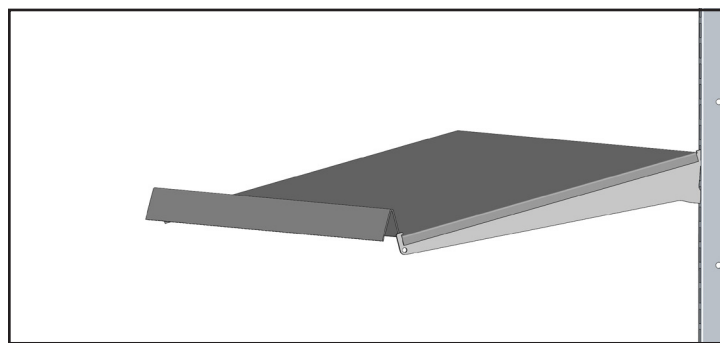

Abb. 5. Korrekt montierte Einschubböden.
- c. Wenn der Einschub hinter der Haltelasche des Trägers liegt, den Einschub nach vorn schieben, bis sich die Vorderkante des Einschubbodens unter der Haltelasche des Trägers befindet. Der Einschub ist korrekt installiert, wenn er zwischen den eingekerbten Bereich in den Trägern gehalten wird. Siehe Abb. 5.